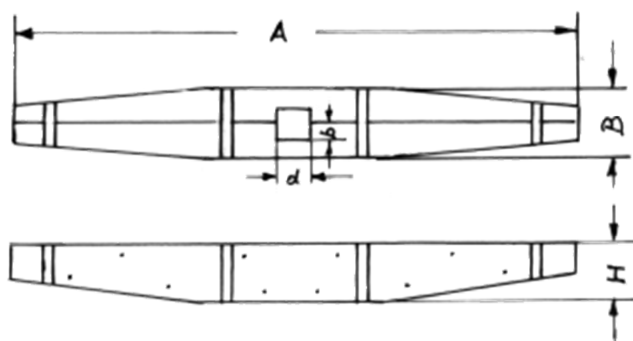

Abb. 1: der Ankerstock
- Op. 1: Sägen des Holzrohlings mit der Breite "A", die der Länge des Ankerstocks entspricht, und der Stärke B/2. Die Länge "L" ergibt sich aus der Stückzahl mal (Höhe "H" plus Sägebreite) plus Zugabe zur Anlage am Anschlag. (Abb. 1)